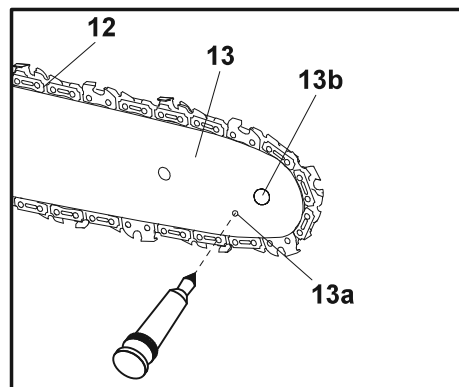

Fig. 35
2. Utilizando uma pistola de lubrificação descartável, insira a ponta da agulha no orifício de lubrificação (13a) (Fig. 35) e injete massa até surgir no rebordo exterior da roda dentada (13b).